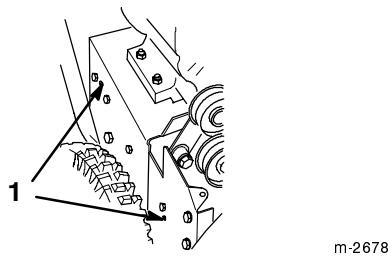

Figure 30
- 16.** Replacez les 2 vis de fixation de l'ensemble bras de frein de tarière. Vérifiez que les ergots sont bien engagés dans les trous du côté gauche de la déneigeuse (Fig. 30).
13. Replacez les 2 vis de fixation de l' ensemble bras de frein de tarière. Vérifiez que les ergots sont bien engagés dans les trous du côté gauche de la déneigeuse (Fig. 30).